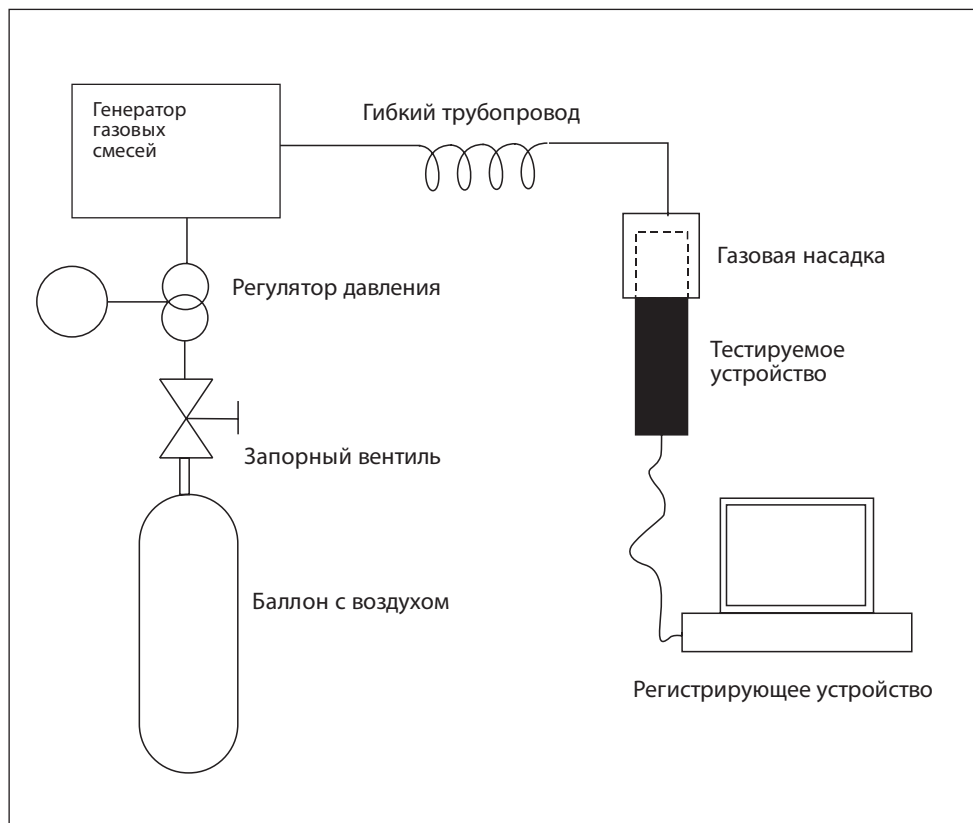

Рис.22
**Стенд 3** (рис.22) предназначен для работы с опасными газами. Он ориентирован на ГА с электрохимическими сенсорами. Рабочие газы –  $\text{HCl}$ ,  $\text{H}_2\text{S}$ ,  $\text{Cl}_2$ ,  $\text{NH}_3$ ,  $\text{SO}_2$ ,  $\text{CH}_2\text{O}$ , меркаптаны.